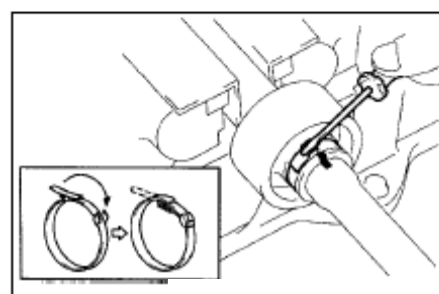

Рис. 138
(1) Наденьте хомут демпфера на вал.(рис. 138)